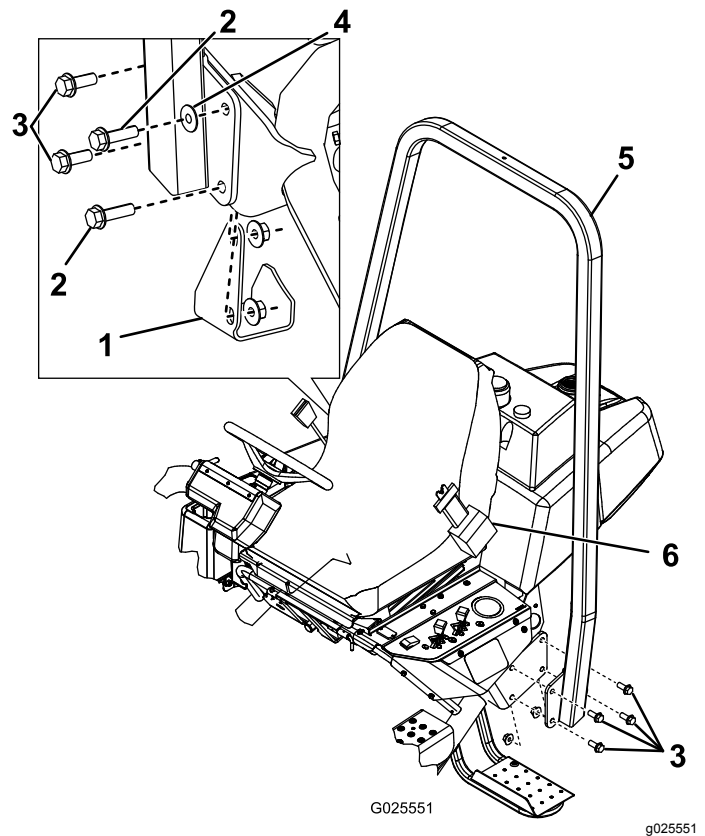

Bild 6
2. Senken Sie den Überrollschutzrahmen (**Bild 6**) auf die Befestigungshalterungen ab. Fluchten Sie die Befestigungslöcher aus.
3. Befestigen Sie die linke Seite des Überrollbügels mit vier Schrauben (½" x 1½") und Sicherungsmuttern an der Befestigungshalterung (**Bild 6**). Ziehen Sie die Befestigungen auf 91-115 N·m an.
4. Befestigen Sie die rechte Seite des Überrollbügels und das vorher entfernte Steckpolster mit zwei Schrauben (½" x 1½"), zwei Schrauben (½" x 1¾"), einer Scheibe und Sicherungsmuttern an der Befestigungshalterung, wie in **Bild 6** abgebildet. Ziehen Sie die Befestigungen auf 91-115 N·m an.
Wichtig: Stellen Sie sicher, dass Sie die Scheibe an der richtigen Stelle auflegen, wie in **Bild 6** abgebildet.